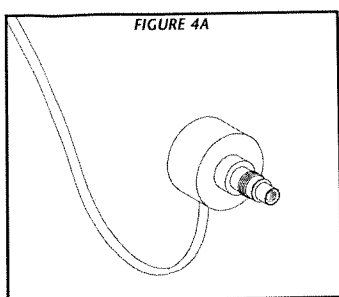

FIGURE 4A
1. Une accumulation de sédiments et dépôts minéraux peut se former sur la fenêtre de quartz du capteur, ce qui réduira le flux de rayonnement UV détecté. Un bon programme d'entretien de l'équipement de filtration permettra de minimiser et éliminer ces accumulations de résidus. Si le système indique que l'intensité UV est basse, ceci peut être dû au fait que le manchon de quartz et/ou la fenêtre du capteur est tachée (Figure 4a). Si nécessaire, démonter le capteur et exécuter un nettoyage. Répéter ceci aussi fréquemment que nécessaire pour que la fenêtre de quartz et le manchon de quartz soient toujours propres.